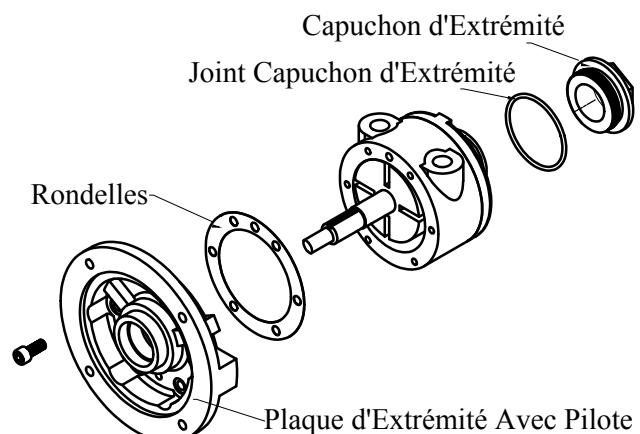

Fig. 1
2. Utilisez la clé de la bonne taille pour retirer délicatement l'embout du moteur avec le couple d'environ 25lb-pied. Et puis, retirez le joint d'embout . Reportez-vous sur la figure .1.
4. Retirez le plateau final du drive. Reportez-vous sur la figure .1.